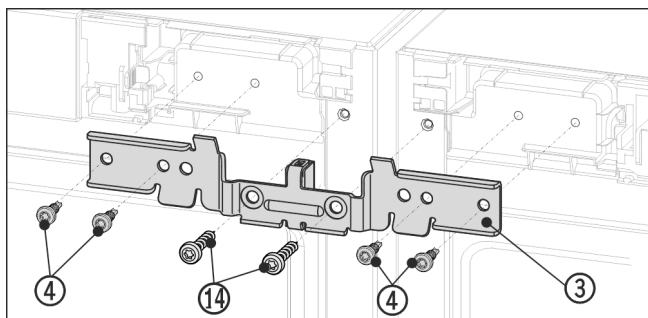

Fig. 13 例图
- 使用间隔垫片将角 Fig. 13 (3) 推入设备和销钉上。使用四颗螺栓 Fig. 13 (4) 连同先前旋出的地脚螺栓 Fig. 13 (14) 左右交替旋松角。